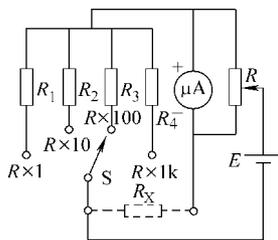

图 2-12 万用表测量电阻的电路
4) 万用表测量电阻的电路: 万用表测量电阻的电路如图 2-12 所示, E 为万用表内部电源 (干电池), R_1 、 R_2 、 R_3 、 R_4 为扩大量程而采用的可调电阻, R_x 为被测电阻, 整个测量电阻回路接成一个桥形电路, 当转换开关 S 置于 $R \times 1$ 、 $R \times 10$ 、 $R \times 100$ 、 $R \times 1\text{k}$ 等不同位置时, 可以实现不同范围的电阻测量。